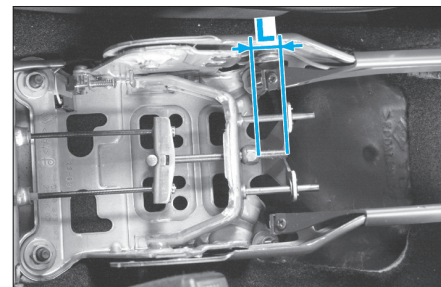

FIG. 18
- Agir sur l'écrou du palonnier afin d'obtenir la longueur de tige filetée (L en mm) (Fig.18) prescrite :